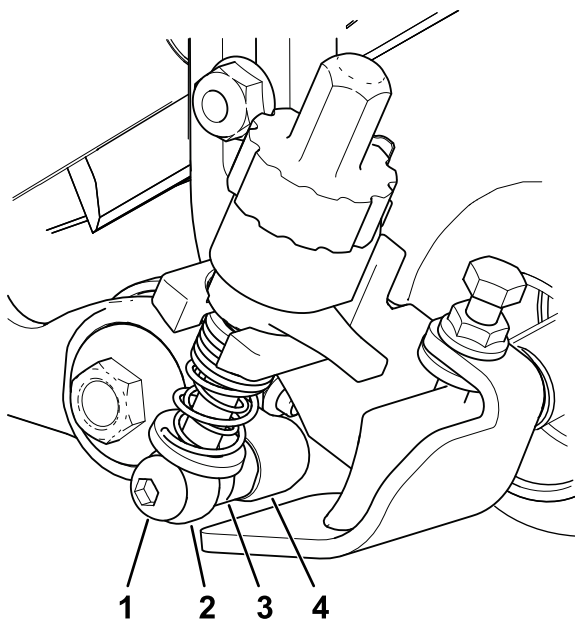

Figure 12
- Le cylindre étant bloqué, serrez la tête hexagonale de l'arbre du boîtier d'entraînement à un couple de 135 à 150 N·m ; voir Figure 12.
4. Sur le côté poulie de tension, positionnez la tige du bras de réglage du support de hauteur de coupe en plaçant le manchon de réglage sur la poulie de tension, et fixez-la avec un boulon à épaulement comme montré à la Figure 12 ; serrez le boulon à épaulement à un couple de 20 à 26 Nm.